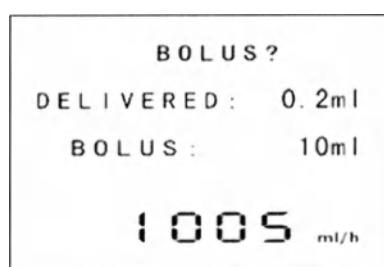

Рис. 29 – Экран с напоминанием пользователю
4. Прибор выведет напоминание пользователю: «BOLUS?» (рис. 29).